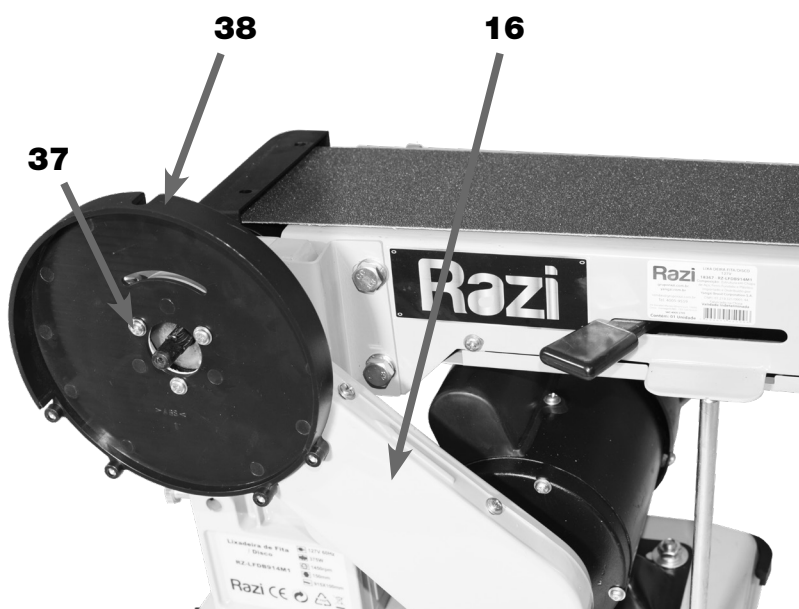

Figura 15 - Proteção Traseira do Disco
4. MONTAR a Proteção Traseira do Disco (38) pelos 3 Parafusos de Fixação (37) sobre a Caixa de Proteção (16) (figura 15);